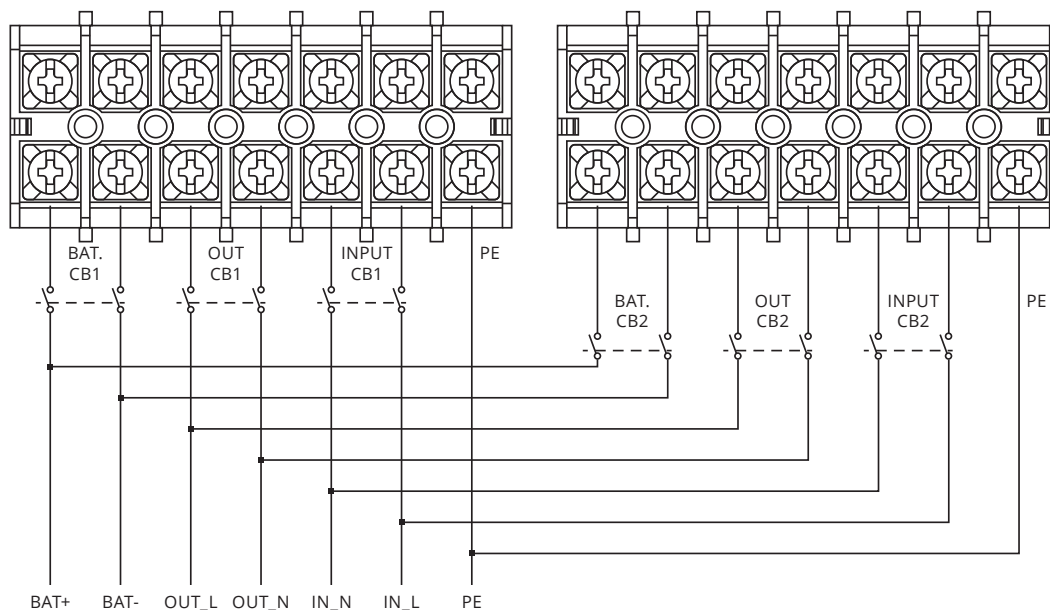

Рис. 2-б: Схема параллельного подключения
5. В соответствии со схемой подключения ИБП в параллель (рис. 2-б) необходимо установить автоматические выключатели для каждого ИБП (номиналом, соответствующим их мощности и требованиям настоящего руководства). Общие автоматические выключатели входа, выхода и АКБ всей параллельной системы должны быть выбраны исходя из суммарной мощности установленных в параллель ИБП и требований местных стандартов.